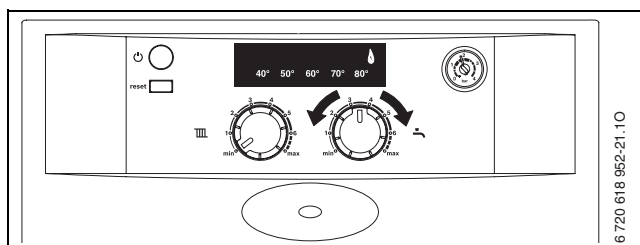

Fig. 36
- ▶ Tourner le sélecteur de température de départ chauffage  en position min. (→ fig. 36).